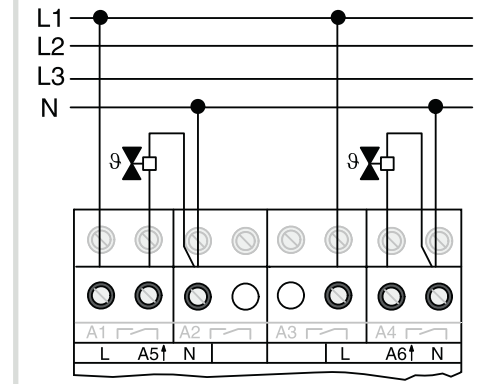

Figure 6 : Branchement de servomoteurs électrothermiques 230 V
- Brancher des servomoteurs (Fig. 6). Brancher au maximum 4 servomoteurs sur une sortie.